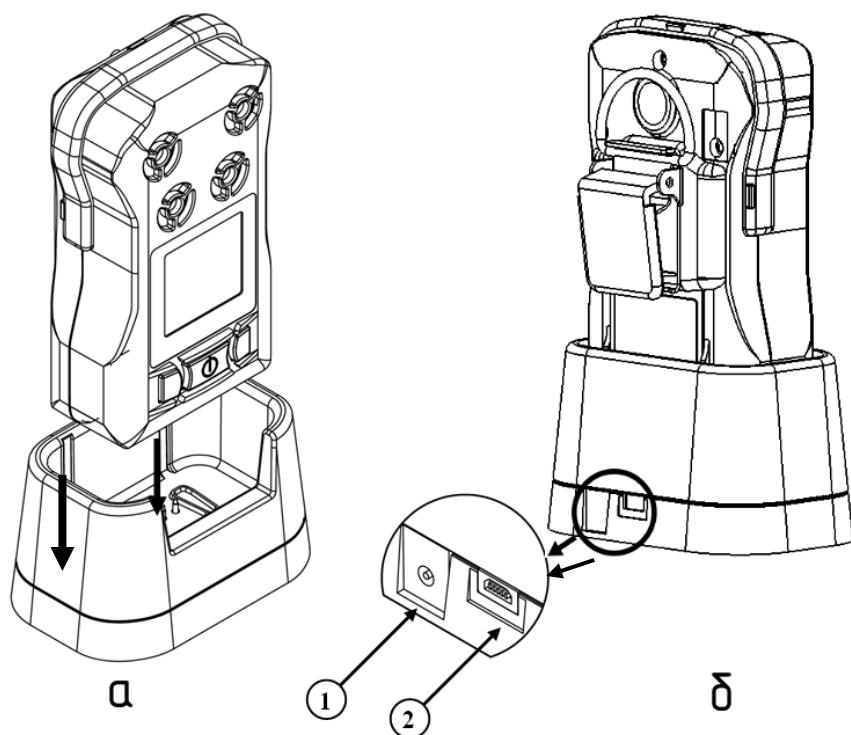

Рисунок 13. Подключение прибора к док-станции
Заряд аккумуляторной батареи прибора должен производиться вне взрывоопасной зоны при помощи док-станции (рис.13а) или автоматической зарядной станции ЗС-GS20. Для заряда к док-станции необходимо подключить зарядное устройство (разъем (1) рис.13б), плотно вставить прибор до появления короткого звукового
При подключении к персональному компьютеру (далее - ПК) прибор необходимо поместить в док-станцию и подключить USB-кабель к разъему (2) на рис.13б.